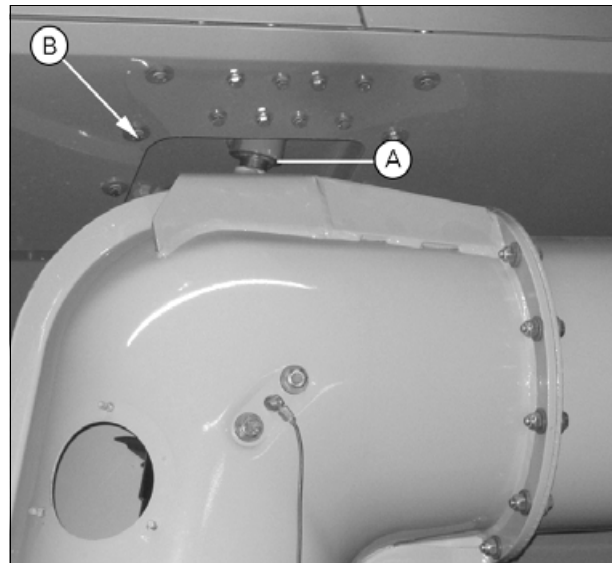

Рис. 1.
- После установки разгрузочного шнека в сборе необходимо отрегулировать положение верхнего подшипника (А) *рис. 1*. Отверните болты (В) *рис. 1*. Убедитесь, что горизонтальная разгрузочная труба установлена на опорный кронштейн (С) правильно. Снова затяните болты.